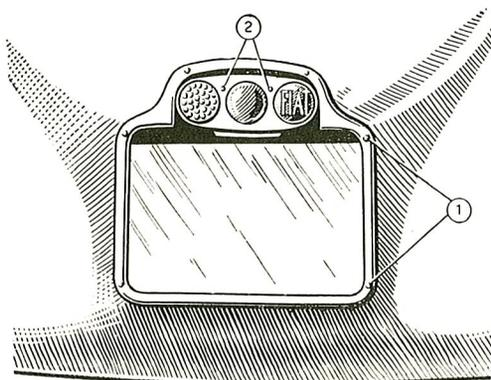

Fig. 82.
Fanaletto targa e d'arresto con catarifrangente, munito di due lampadine da 3 watt, una per l'illuminazione della targa ed una per il segnalatore d'arresto. Per lo smontaggio vedi fig. 82 (1).